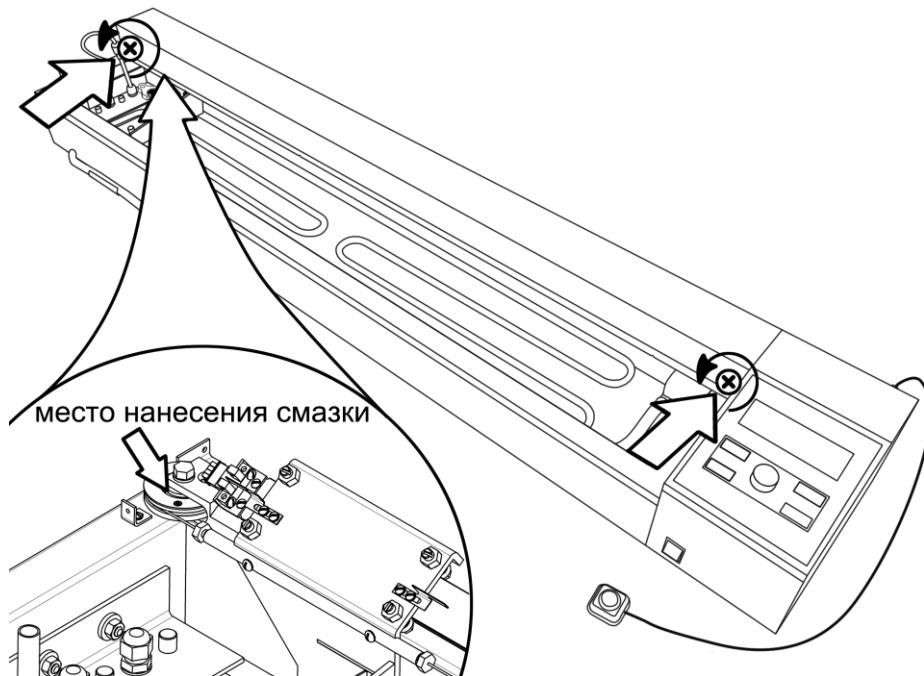

Рисунок 12 – Смазка ролика
5.8.1 Выкрутить винты крепления кожуха тросовой системы (см. рисунок 12).